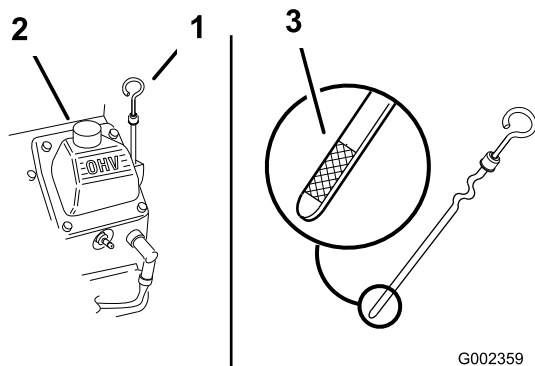

Figura 28
4. Limpie alrededor de la varilla de aceite (Figura 28) para impedir que caiga suciedad por el orificio de llenado y cause daños en el motor.
- Desenrosque la varilla de aceite y limpie el extremo (Figura 28).
- Deslice la varilla a fondo en el tubo de llenado, pero no la enrosque en el tubo (Figura 28).
- Vierta lentamente un 80% aproximadamente de la cantidad especificada de aceite por el tubo de llenado (Figura 28).